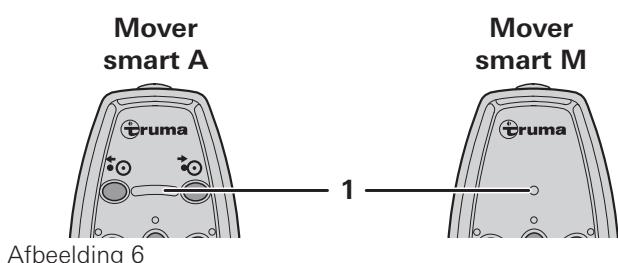

Afbeelding 5
- Draai de zwengel in de richting van de pijl (naar het wiel toe) (afbeelding 4 - 2) tot de positie-indicator in het huis op „√“ staat (afbeelding 5 - 1). In de eindstand vergrendelt de aandrijfeneheid stevig en de aandrijfrol wordt ca. 20 mm in de band gedrukt. Dit moet alvorens te beginnen met manoeuvreren aan weerszijden worden gecontroleerd.